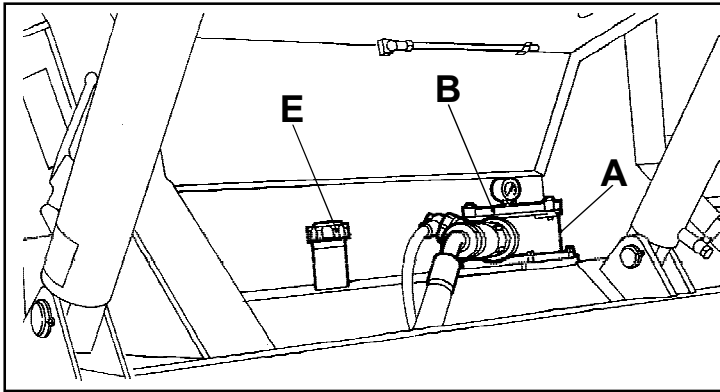
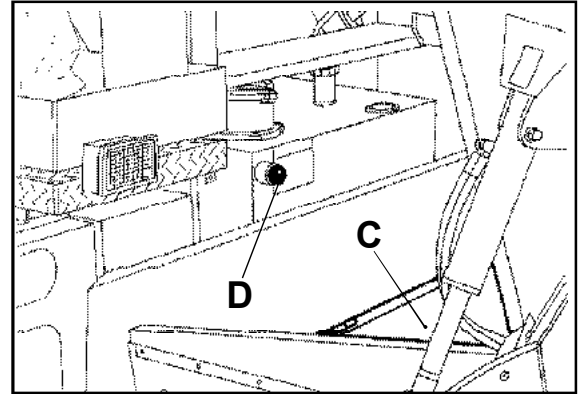

FIG. 37
FIG. 38
Op de tank is een filter gemonteerd (A - Fig. 37) voor de hydraulische olie. Deze moet schoongemaakt worden voordat de manometer op de tank 1,5 bar aanwijst. Verwijden hiervoor de bovenste deksel (B), verwijder de huls (BESTELLINGS-CODE: 99012007), maak deze schoon met diesel en kwast en blaas deze door met perslucht; waneer beschadigd de huls vervangen. Op de machine zijn ook 2 uitwendige filters gemonteerd; men kan er bij komen via het betreffende deurtje aan de binnenkant van de uitlaadhopper (C - Fig. 38) (D1: pompfilter vooruitgang en D2: filter freespomp - Fig. 40) (onder het oliereservoir) voor de aandrijfpomp (vooruitgang) en voor de freespomp. Periodiek het oliepeil controleren, hierbij het waar-schuivingslicht (D - Fig. 38) ervan in het oog houden; bij het bijvullen de laaddop gebruiken (E - Fig. 37).
- Verwijder de dop E Fig. 37 en de aftapplug F Fig. 39 (van de afvoerslang) en laat de olie wegstromen.
- Wanneer de olie het controlestreepje D Fig. 38 heeft bereikt, is het bijvullen voltooid.
- Plaats daarna de dop E Fig. 37 terug.